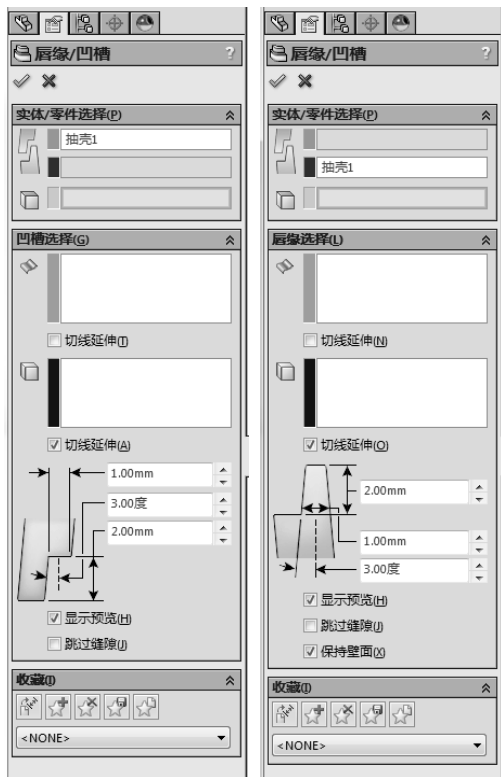

图 5-127 唇缘/凹槽操控板
- [1] 单击扣合特征工具栏上的【唇缘/凹槽】按钮, 或单击【插入】/【扣合特征】/【唇缘/凹槽】, 出现唇缘/凹槽操控板, 如图 5-127 所示。